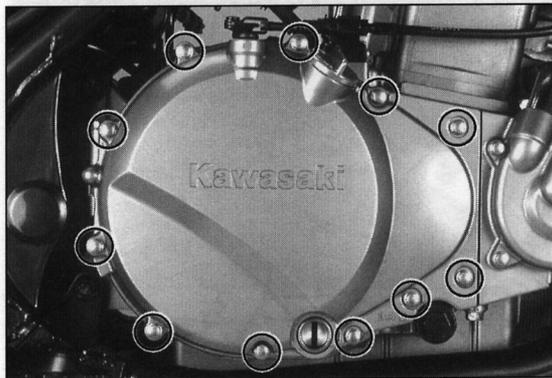

Bild 155
- Gehäusedeckelschrauben schrittweise über Kreuz ausdrehen (Bild 155). Deckel abnehmen. Falls schwergängig, vorsichtig Gummihammer zu Hilfe nehmen. Auf Verbleib der zwei Passhülsen achten.